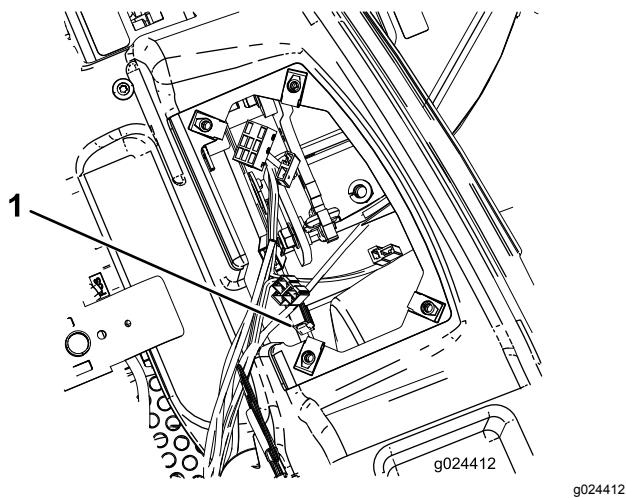

**Figura 55**
**Nota:** I fusibili sono posizionati sulla consolle destra vicino al sedile (Figura 55).
4. Allineate il nuovo fusibile con lo slot sul portafusibili (Figura 55).
5. Spingete il fusibile nel portafusibili fino a quando non è in sede (Figura 55).